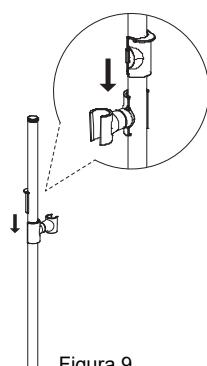

Figura 9
- a) Fare clic sulla parte anteriore del cursore su un lato della guida di raccordo. Fare clic sulla parte posteriore del cursore sopra la parte anteriore su un altro lato della guida di raccordo. Far scorrere la parte posteriore nella parte anteriore per fissarla (Figura 9).